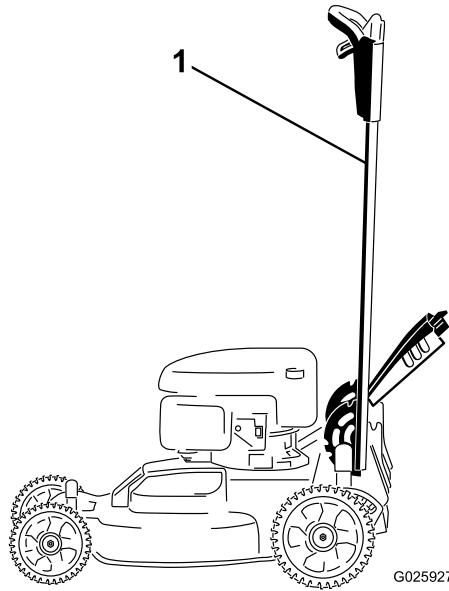

Figura 31
- Bloquee el manillar en la posición vertical (Figura 31); consulte Ajuste de la altura del manillar \(página 11\).